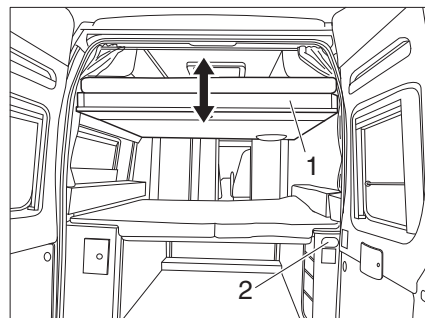
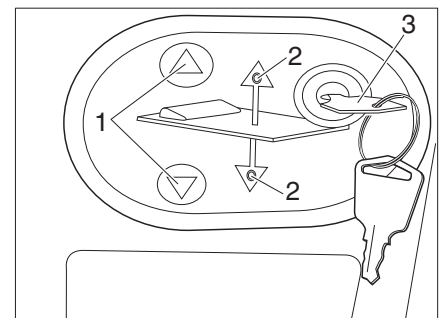

Bild 52 Elektrisches Hubbett
Bild 53 Bedienpanel für elektrisches Hubbett
- Schlüssel (Bild 53, 3) in das Bedienpanel (Bild 52, 2) stecken.
- Auf Taste oder (Bild 53, 1) drücken und gedrückt halten. Die jeweilige LED (Bild 53, 2) leuchtet und das Hubbett (Bild 52, 1) senkt oder hebt sich.
- Wenn die gewünschte Position erreicht ist, Taste oder (Bild 53, 1) wieder loslassen. Die jeweilige LED (Bild 53, 2) erlischt.
- Schlüssel (Bild 53, 3) abziehen.